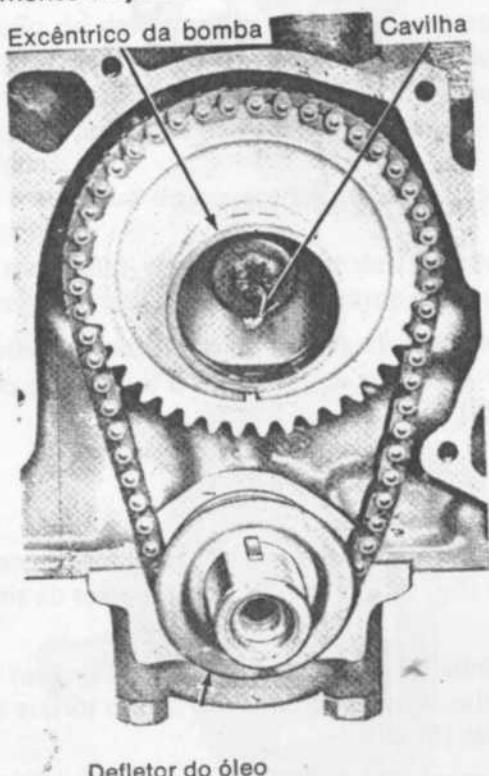

fig. 25
- Instalar o excêntrico da bomba da gasolina, arruela e o parafuso de retenção da engrenagem da árvore de comando das válvulas. Apertar o parafuso com o torque especificado. Instalar o defletor de óleo na árvore de manivelas (fig. 25)